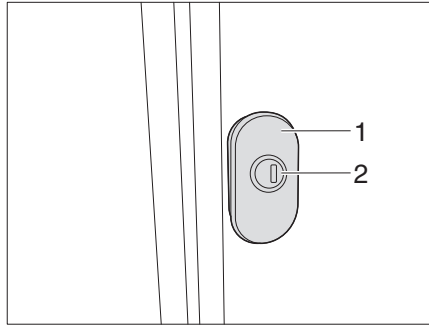

Fig. 56 Serrure pivotante (variante 1)
- Insérer la clé dans le cylindre de fermeture (Fig. 56/57,1) et la tourner d'un quart de tour. La serrure du portillon est déverrouillée.
- Tirer sur la serrure pivotante (Fig. 56/57,2) et tourner de 180° dans le sens contraire des aiguilles d'une montre. Le portillon extérieur est ouvert.